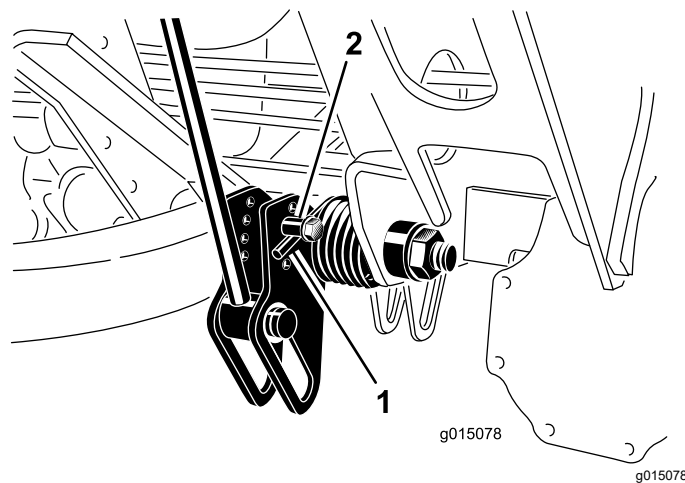

Figure 72
2. Insérez un tube ou un objet similaire sur l'extrémité longue du ressort pour détendre le ressort pendant le réglage (Figure 72).
3. Tout en détendant le ressort, retirez le boulon et le contre-écrou de fixation de l'actionneur de ressort au support (Figure 72).